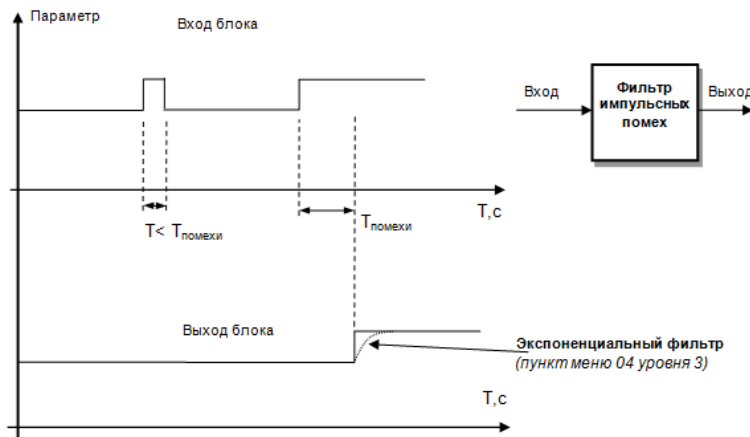

Рисунок 3.6 – Принцип работы фильтра импульсных помех и экспоненциального фильтра
1. **Фильтр импульсных помех.** Используется для подавления импульсных помех. Определяется параметром 3.05 «Максимальная длительность импульсной помехи». Если в каком либо цикле измерения технологического параметра обнаружено его изменение, то предполагается возможность действия помехи и выходной сигнал сформируется (с учетом усреднения измерительных значений) по истечении установленного времени длительности помехи. То есть, если длительность изменения сигнала больше заданного $T_{\text{помехи}}$, то это изменение расценивается как естественное и принимается в дальнейшую обработку с задержкой времени $T_{\text{помехи}}$ (рисунок 3.6). Работа данного фильтра вносит дополнительное транспортное запаздывание в систему регулирования, которое равно величине параметра «Максимальная длительность импульсной помехи». Поэтому всегда нужно стремиться минимизировать данный параметр.
4. Экспоненциальный фильтр (рисунок 3.6). Фильтр используется для подавления помех, а также для подавления «дребезга» индикации (частых изменений показания индикатора из-за колебаний входного сигнала). Определяется параметром 3.04 «Постоянная времени цифрового фильтра».